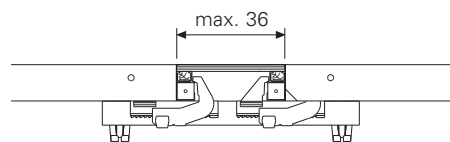

Fig. A12.03a
L'ancoraggio deve essere configurato in modo che le sollecitazioni vengano trasmesse centralmente attraverso l'allineatore TAR 85 (23) agli elementi adiacenti. (Fig. A12.03a)